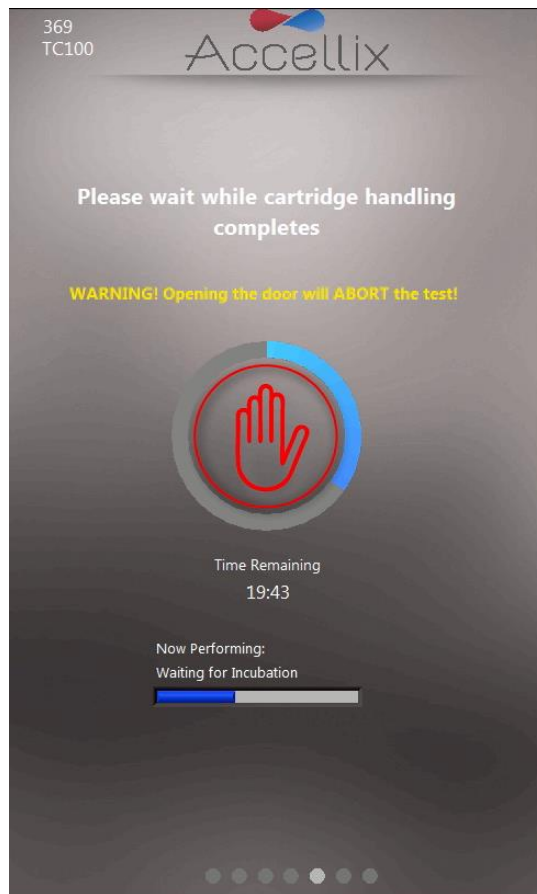
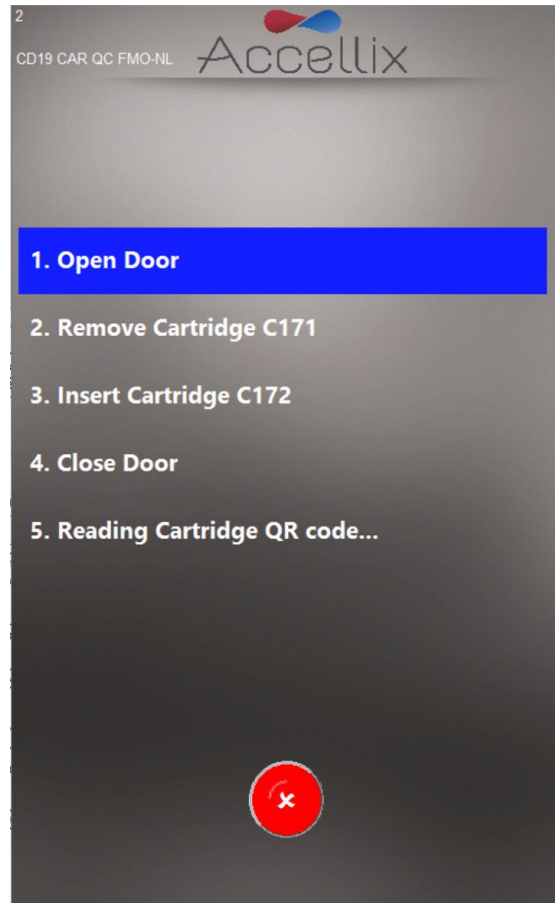

Abbildung 31: Bildschirm „Progress Indicator and Time Remaining“ (Fortschrittsanzeige und verbleibende Zeit)
Abbildung 37: Bildschirm „Multi-cartridge Remove Cartridge“ (Multi-Kartusche – Kartusche entfernen)
12. Der Bildschirm **Progress** (Fortschritt) (Abbildung 31) zeigt eine Fortschrittsanzeige und einen Countdown-Timer mit der **Time Remaining** (verbleibenden Zeit) an. Der Bediener kann den Testfortschritt und die ungefähr verbleibende Zeit überwachen.
Hinweis: Wenn ein Bediener einen laufenden Assay stoppen möchte, sollte er auf **Stop** (Stoppen) tippen, d. h. auf den roten Zeiger in der Mitte der Fortschrittsanzeige (siehe Abbildung 31). Weitere Informationen finden Sie im Abschnitt *Beenden eines Assay-Laufs* unten.
- a. Der Bildschirm **Multi-cartridge Remove Cartridge** (Multi-Kartusche – Kartusche entfernen) weist den Bediener an, die erste Kartusche zu entfernen und die nächste Kartusche in der Reihenfolge einzusetzen (Abbildung 37).
Mit den Symbolen **Stop** (Stoppen) oder **Abort** (Abbrechen) kann ein Assay-Lauf (Abbildung 31 und Abbildung 37 beendet werden).